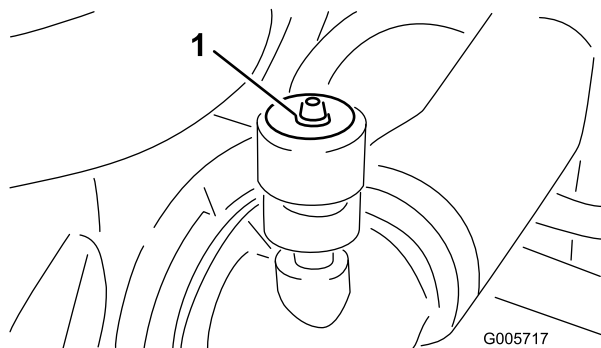

Bild 43
- Warten Sie die Luftfilter, wenn die Luftfilteranzeige (Bild 43) Rot anzeigt oder alle 400 Stunden (bei einer sehr staubigen oder schmutzigen Umgebung häufiger). Warten Sie den Luftfilter nicht zu häufig.
6. Stellen Sie die Anzeige (Bild 43) zurück, wenn sie auf Rot steht.